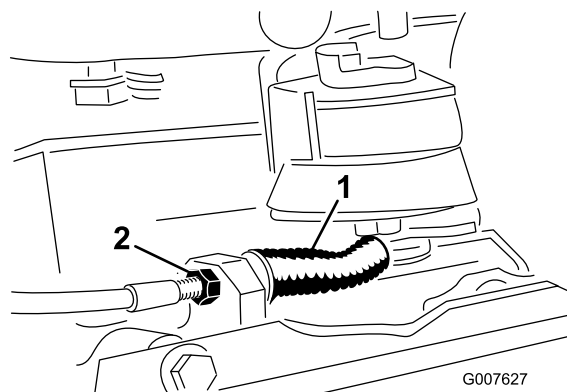

図 34
- ケーブルの張りをゆるくするには、ケーブルの前ジャムナットをゆるめて後ジャムナットを締める 図 34。必要に応じて上記ステップ1と2を繰り返して再調整する。
- ケーブルの張りを強くするには、後ジャムナットをゆるめて前ジャムナットを締める 図 34。必要に応じて上記ステップ1と2を繰り返して再調整する。